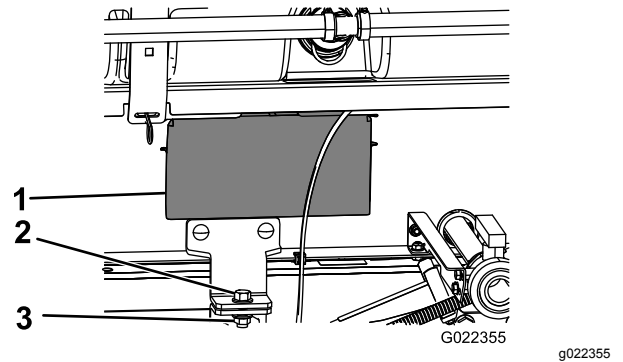

Figura 36
5. Rimuovete i pannelli di accesso su entrambi i lati del telaio del supporto (Figura 36).
8. Fissate la staffa di fissaggio del gruppo del telaio di supporto del serbatoio alla staffa del pianale sul telaio su ciascun lato della macchina con un bullone ($\frac{1}{2}$ " x $1\frac{1}{2}$ " e un dado di bloccaggio ($\frac{1}{2}$ "), come illustrato nella Figura 36.